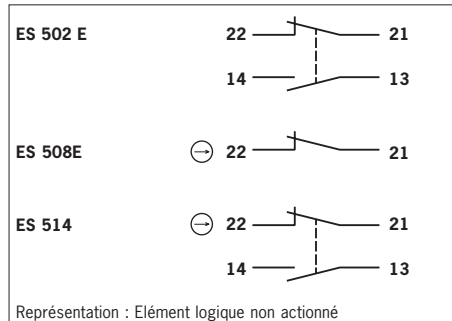

Figure 1 : Éléments logiques et affectation des broches
- ▶ Pour l'affectation des contacts, voir figure 1